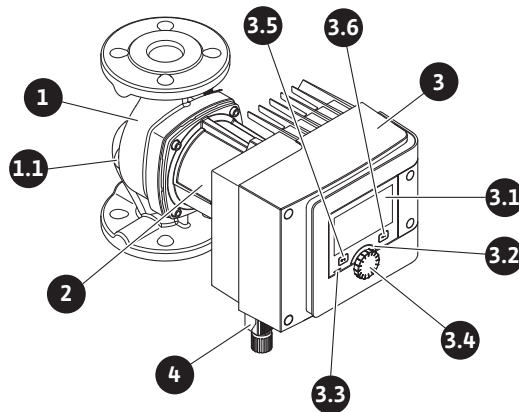

Fig. 1: Vista general de la bomba simple
En la carcasa del motor se encuentra el módulo de regulación (Fig. 1/2, pos. 3) que regula la bomba y prepara las interfaces. En función de la aplicación o función de regulación que se escoja, se regulará según la velocidad, la presión diferencial, la temperatura o el caudal.